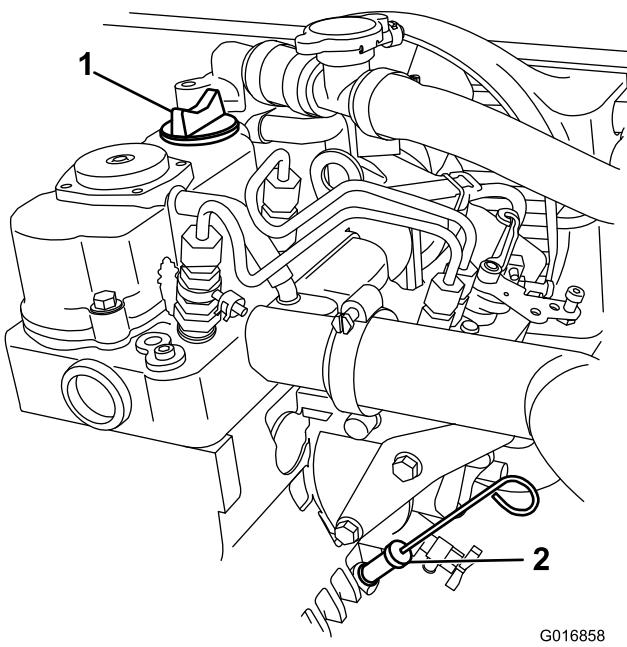

Рисунок 17
3. Очистите поверхность вокруг масломерного щупа салфеткой (Рисунок 17), чтобы загрязнения не могли попасть в трубку масломерного щупа и привести к повреждению двигателя.
5. Вставьте щуп в трубку масломерного щупа до упора (Рисунок 17).
6. Извлеките масломерный щуп и определите по нему уровень масла (Рисунок 17).
7. Вставьте масломерный щуп до упора (Рисунок 17).